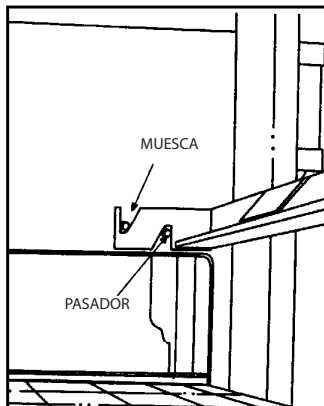

Figura 2
2. Gire los soportes del distribuidor de calor hasta que las muescas en los soportes se ajusten en los pasadores de retención. **(Consulte la Figura 2).**